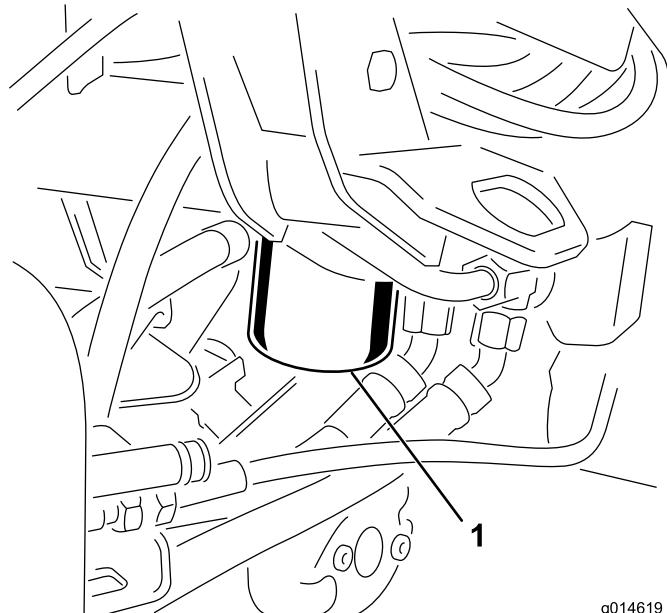

Figura 37
1. Limpie la zona de montaje del filtro (Figura 37). Coloque un recipiente debajo del filtro y retire el filtro.